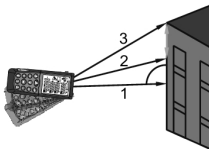

Fig. 11: Medida Indirecta a 3 puntos– Modo 2
3. Posicione el instrumento en el punto más bajo (1) de la medida (vea la Fig. 11) y pulse la tecla  o la tecla lateral **MEAS**. El resultado se muestra en la primera pantalla parcial. El símbolo “” se muestra en pantalla con el lado “2” parpadeante
4. Posicione el instrumento lo más horizontal posible (2) de la medida (vea la Fig. 11) y pulse la tecla  o la tecla lateral **MEAS** para realizar la medida. El resultado se muestra en la segunda pantalla parcial. El símbolo “” se muestra en pantalla con el lado “3” parpadeante
5. Posicione el instrumento en el punto más alto (3) de la medida (vea la Fig. 11) y pulse la tecla  o la tecla lateral **MEAS** para realizar la medida. El resultado se muestra en la segunda pantalla parcial
6. El valor final del resultado obtenido de la combinación de las medidas precedentes (vea la línea punteada de la Fig. 11) se muestra en la pantalla resultante